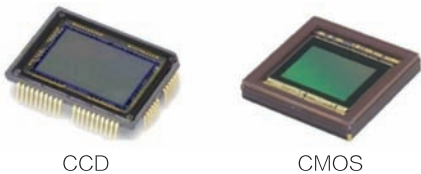

图 2-1-5 CCD 与 CMOS 的实物图
(2) 图像传感器 图像传感器主要分为 CCD (Charge Coupled Device) 和 CMOS (Complementary Metal-Oxide-Semiconductor) 两种，实物图如图 2-1-5 所示。